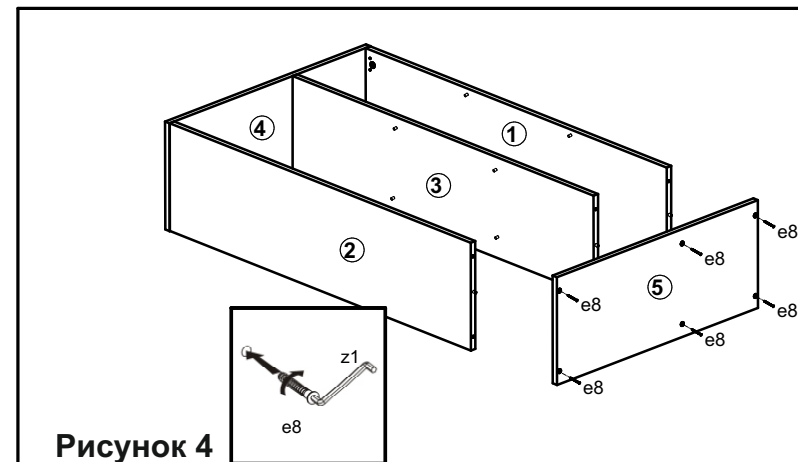

Рисунок 4
- Присоединить к деталям **1,2,3** щит нижний **5**, затянуть конформаты **e8** пользуясь ключом **z1**, закрыть головки конформатов заглушками **s1** (**см. рис. 4**).